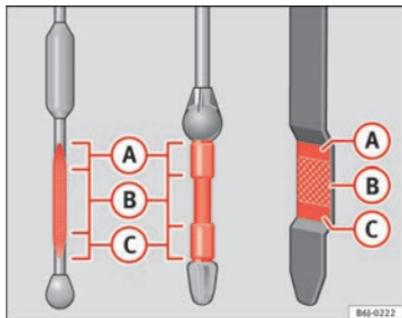

Fig. 157 Asta di misurazione livello olio motore
- In seguito, estrarla di nuovo e controllare il livello dell'olio ⇒ fig. 157. Se necessario, rabboccare dell'olio.